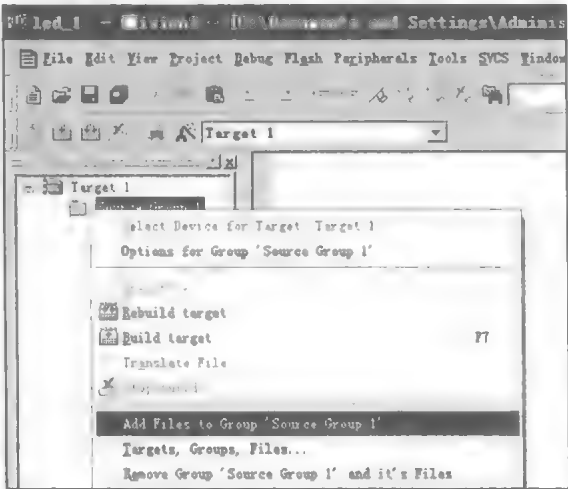

图 2.31 Source Group 1 右键快捷菜单
(7) 此时，新建的文件与工程还没有直接联系，接下来把该文件添加到工程中。在编辑界面，单击【Target 1】前面的“+”号，然后右击【Source Group 1】进入其快捷菜单，如图 2.31 所示。